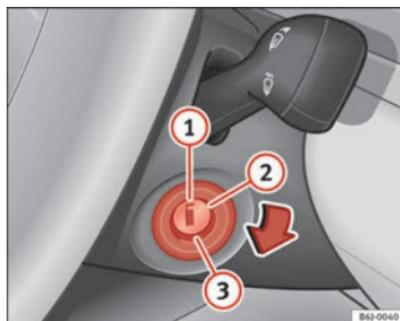

Fig. 97 Positions de la clé de contact
Dans cette position → fig. 97 l'allumage et le moteur sont déconnectés, ce qui peut bloquer la direction.
- Amenez la clé de contact en position ⇒ fig. 97 ②. Le témoin  s'allumera en cas de préchauffage du moteur.
- Lorsque le témoin s'éteint, tournez la clé en position ③ pour lancer le moteur sans appuyer sur l'accélérateur.
- Amenez la clé de contact en position ⇒ fig. 97 ①.